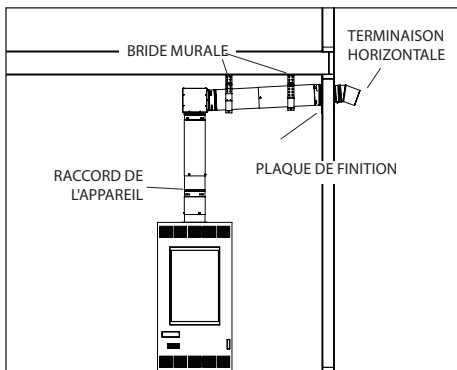

Figure 7 - Double paroi horizontal
Ouverture du mur à l'horizontale (Fig.7, 8, 9)
- Terminer le système de ventilation à l'horizontale (Fig.7). Suivre les directives d'installation fournies avec le PolyPro pour les détails. La surface à l'intérieur du mur utilisera une plaque murale concentrique pour le raccordement au tuyau métallique externe.